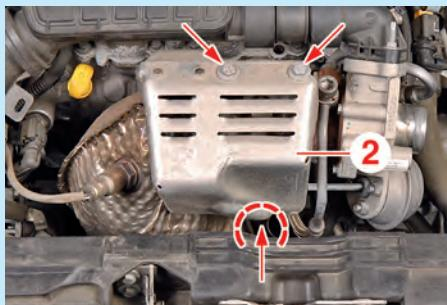

Fig.2
- Déposer l'écran thermique (2) (Fig.2).